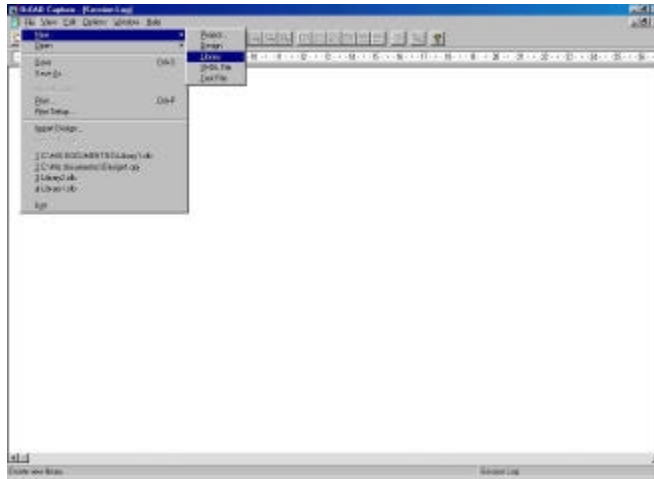

Figura 4.4 Creación de una nueva librería.
- 1 En el Menú *File* seleccione *New* y dé clic en *Library*. OrCAD le asigna el nombre de `LIBRARY1.OPJ` por default (ver figura 4.4) . La extensión `.OPJ` hace referencia a un archivo que es una librería de componentes en CAPTURE.